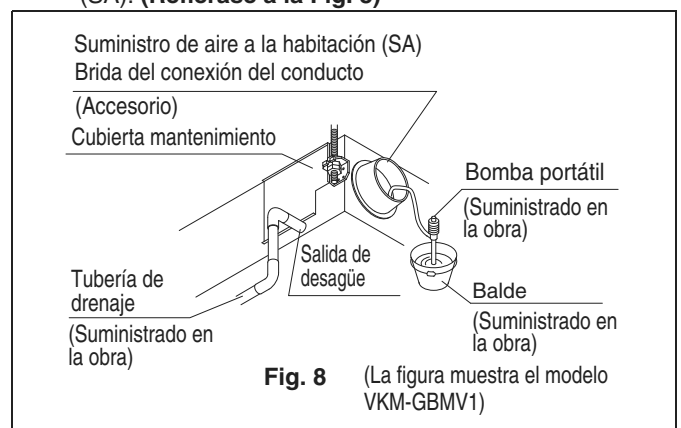

Fig. 8 (La figura muestra el modelo VKM-GBMV1)
(2) Una vez haya finalizado la instalación de las canalizaciones, verifique que el sistema de drenaje funcione correctamente.
- Pruebe el sistema de drenaje vertiendo unos 1000 cc de agua en la bandeja de drenaje a través del orificio de inspección, retirando previamente la tapa de mantenimiento (10 tornillos), o a través de la junta de los conductos de salida del suministro de aire a la habitación (SA). (Refiérase a la Fig. 8)